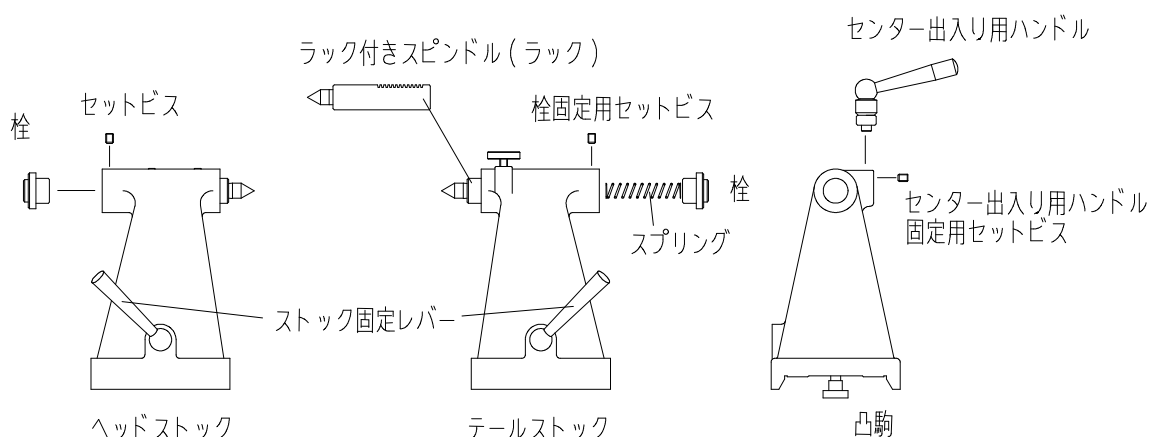

図4, 凸駒・センター出入り用ハンドルの調整
- ① 図4のように栓固定用セットビスを緩めて栓を取り外してください。